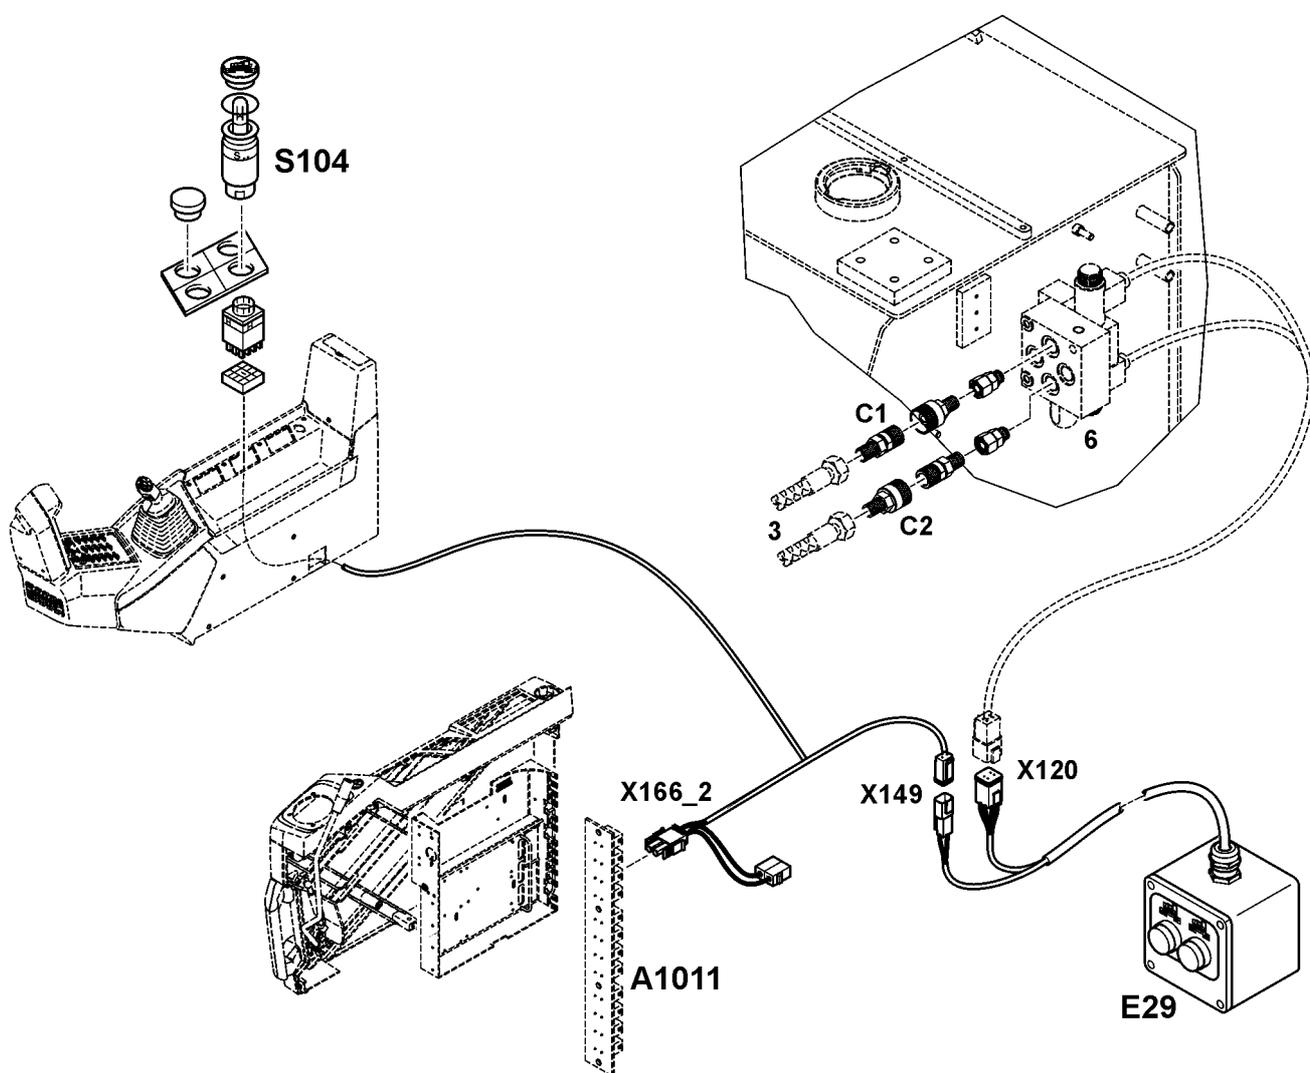

Fig. 3-145 Instalación eléctrica
conectores **X149** y **X120** en la zona de las válvulas de accionamiento magnético **Y22** y **Y23** en el lado interior del depósito hidráulico (véase Fig. 3-145).
- ▶ Sacar los dos tubos flexibles de conexión **3** de la caja de herramientas y conectar por una parte en los acoplamientos rápidos de la placa de las válvulas de accionamiento magnético **6** (acoplamientos **C1** y **C2**) (véase Fig. 3-145) y por otra parte en la placa de conexión **7** delante en el elemento central del chasis inferior (**C3** y **C4**) (véase Fig. 3-145).
- ▶ Desconectar la caja de mando **E29** de los dos conectores **X120** y **X149** (véase Fig. 3-145).